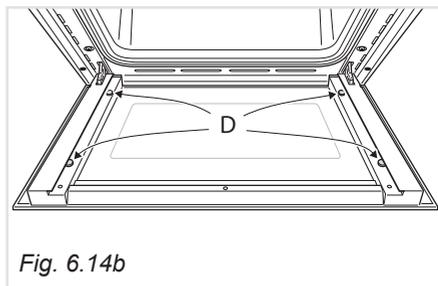

Fig. 6.14b
- Verificare che i 4 distanziatori "D" siano nella loro posizione (fig. 6.14b).